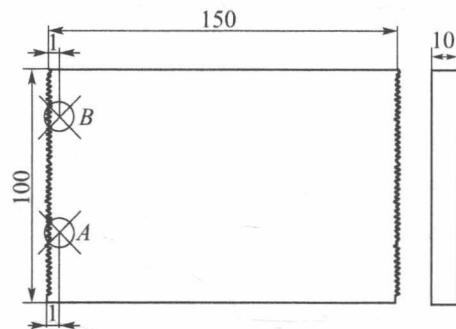

图 1-1-9 确定样冲点 B
- (4) 以毛坯左边平面为基准, 量取 1mm, 在此处打样冲作为 B 点, 如图 1-1-9 所示。